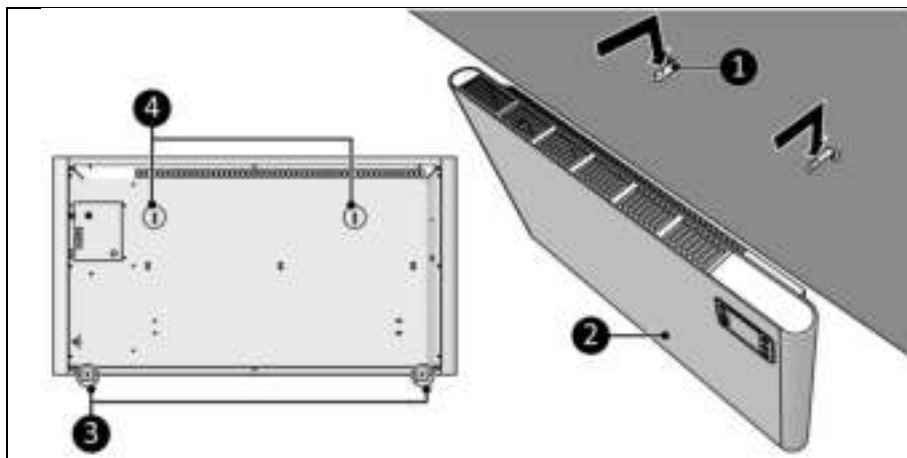

Figur 10
4. Borra två hål på åtminstone 610 mm ovanför golvet och med ett avstånd på (figur 10, pos. A):
5. Sätt i väggpluggar (figur 10, pos. 2).
6. Skruva fast och dra åt ett vänster- och ett högerfästen (figur 10, pos. 3) med stora skruvar (figur 10, pos. 4) i väggen genom att använda en stjärnskruvmejsel (figur 10, pos. 1).